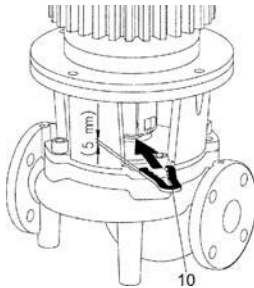

Fig. 19: Aanbrengen van de montagevork
- Montagevork (Fig. 19, pos. 10) tussen lantaarnstuk en koppeling schuiven. De montagevork mag geen speling hebben.